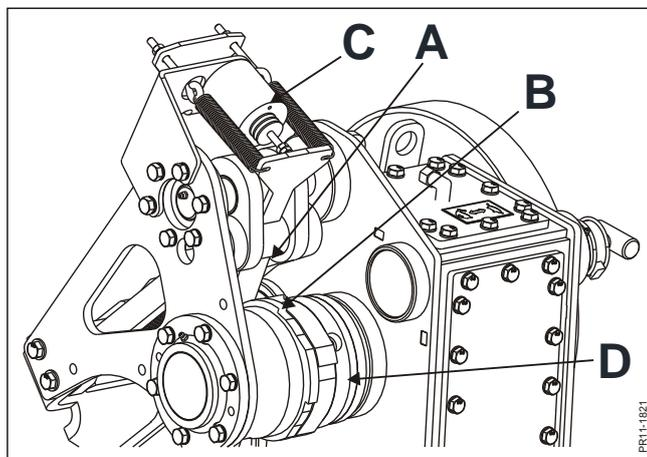

Abb. 5-8
**Abb. 5-8** Das Stoppsystem des Metalldetektors ist in das Getriebe für das Einzugsystem integriert. Das System besteht aus einer Raste **A** und einem Ratschenrad **B** und wird durch eine Spule **C** aktiviert. Das System wird aktiviert, sobald Metall im Einzugsbereich registriert wird und die Spule ein Signal von der Elektronik empfängt, welches die Raste **A** mit dem Ratschenrad **B** in Eingriff bringt, wodurch der Einzugsbereich blockiert wird.